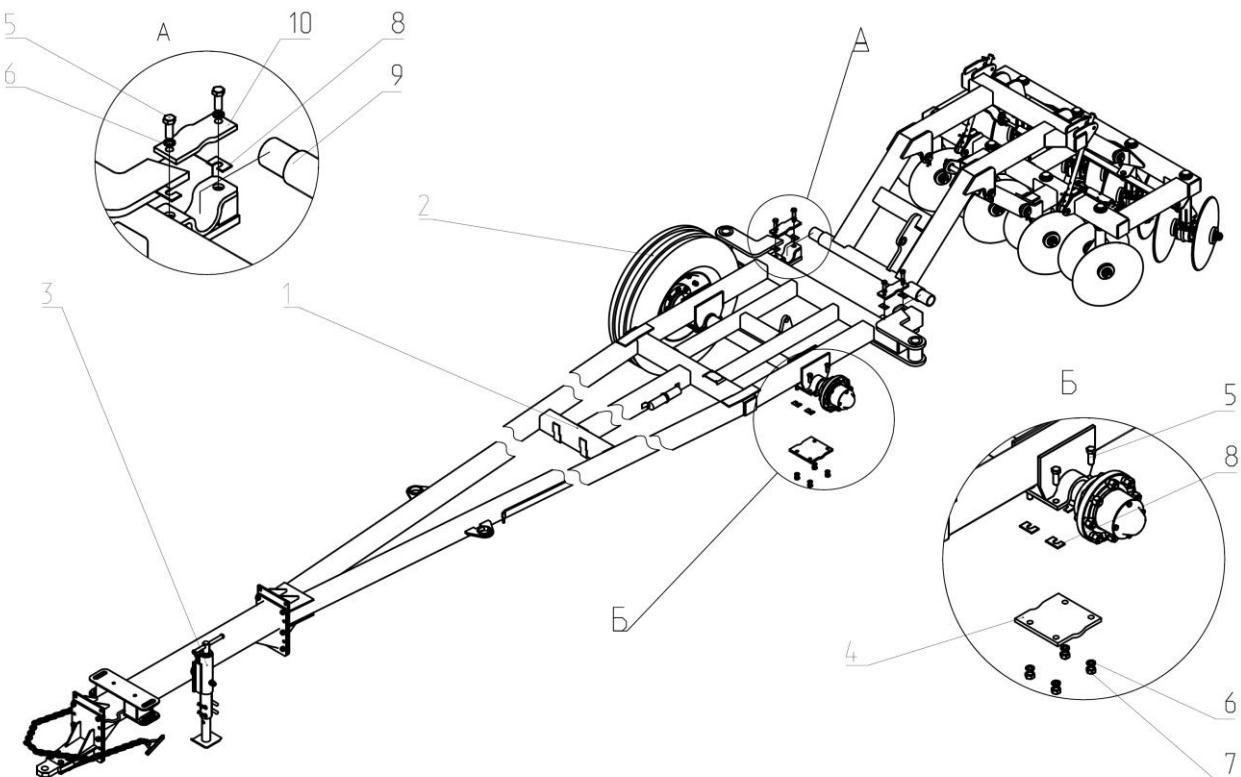

Рис.18 Схема сборки лущильника.
5.5.1. Установить с니цу поз. 1 Рис.18 на мост поз. 2 скобами Рис.18 Б;
5.5.3. Закрепить мост на снице прижимами поз. 4 Рис.18 Б используя болты M16x45 поз. 5, гайки M16 поз. 7 и шайбы 16.65Г поз. 6, выбрав зазор между прижимом и скобой сницы прокладками поз. 8;
5.5.4. Центральную секцию поз. 9 Рис. 18А проточенными краями установить в сницу поз. 1 и закрепить прижимом поз. 10, используя болты M16x45 поз. 5 и шайбы 16.65Г поз. 6, выбрав зазор между прижимами и скобами сницы, обеспечив качание центральной секции в соединении;